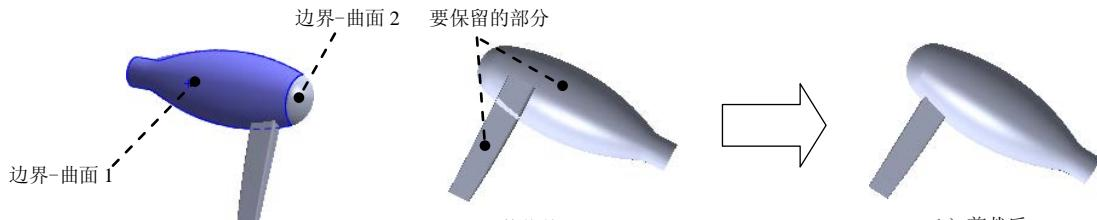

图 6.15.22 曲面-缝合 1
Step18. 创建图 6.15.22 所示的曲面-缝合 1。
(1) 选择下拉菜单 **插入(I)** → **曲面(S)** → **缝合曲面(X)**... 命令，系统弹出“曲面-缝合”对话框。
(2) 选取图 6.15.22 所示的边界-曲面 1 和边界-曲面 2 为要缝合的曲面。
(3) 单击该对话框中的 按钮，完成曲面-缝合 1 的创建。